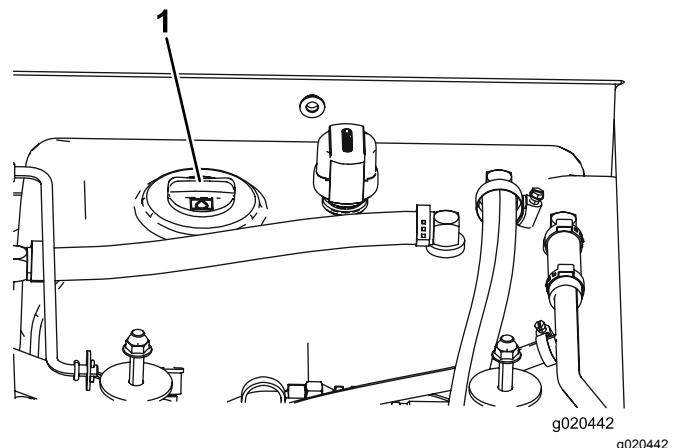

Figura 14
3. Limpe a zona em redor do tubo de enchimento e da tampa do depósito hidráulico (Figura 14). Retire a tampa do tubo de enchimento.